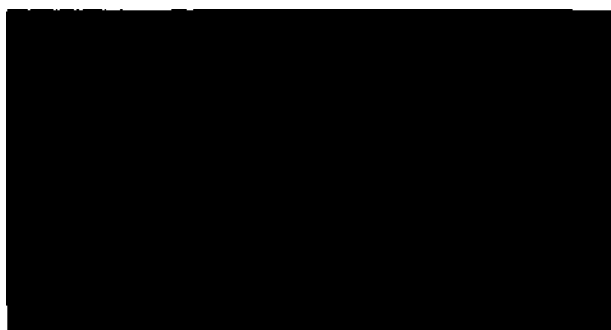

Рисунок. 114. Окно импортирования цифровых изображений, DVD/CD.
- **DVD/CD** — Модели с цифровыми изображениями могут импортироваться посредством DVD и CD. Модели могут иметь формат Слияния цифровых изображений (.xml) или моделей GE DICOM3, обработанных при помощи программы CardEP. Для импорта моделей GE CardEP потребуется оригинальный CD/DVD с рабочей станции GE, а не только сам файл модели. Выберите тип изображения для отображения соответствующих моделей. (Рисунок. 114).